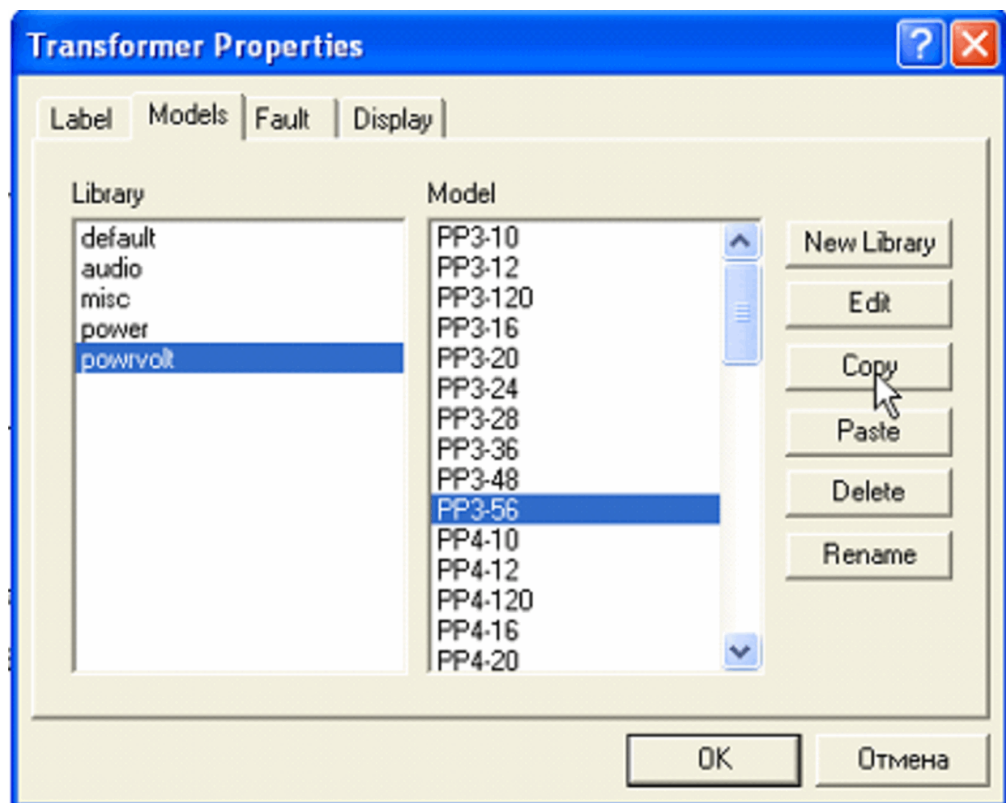

Рисунок 51 – Свойства трансформатора.
17. При установке параметров трансформатора двойным щелчком левой кнопки мыши открыть диалоговое окно «Transformer Properties» - «Свойства трансформатора». На вкладке «Models» - «Модели» из списка rowvolt выбрать произвольный трансформатор (например, PP3-56). Нажать кнопку «Copy» - «Копировать» (см. рисунок 51). Нажать кнопку «Paste» - «Вставить». В появившемся диалоговом окне вписать произвольное название трансформатора. Нажать кнопку ОК. Нажать кнопку «Edit» - «Редактировать». В открывшемся диалоговом окне «Transformer Model» - «Модель трансформатора» в строке «Primary-to-secondary turns ratio» - «Коэффициент трансформации» вписать необходимый коэффициент трансформации. В данном диалоговом окне доступны также параметры: